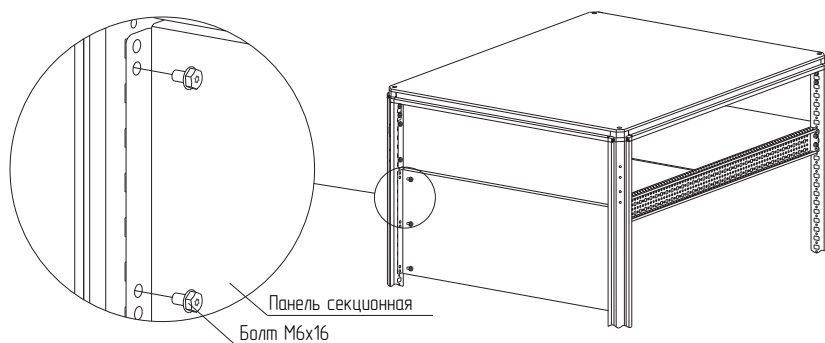

Рисунок 63
4.36.2 Закрепить панель секционную внутреннюю заднюю 4В на нужной высоте к стойкам каркаса болтами М6×16 (рисунок 63). Момент затяжки – 7 Н·м. Метизы в комплект поставки не входят.